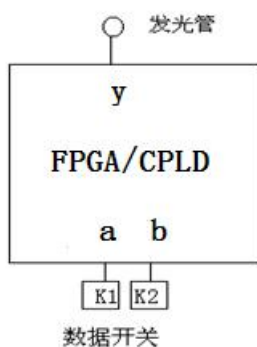

图 1-2-30 实验连接示意图
**步骤 11:** 设计文件下载至目标芯片后，根据步骤 9 管脚分配的结果，改变数据开关的电平，验证发光管的状态是否满足表 1-2-1。硬件系统示意图如图 1-2-30 所示，图中所示的 Y 对应于实验箱上的发光二极管 LED7，a，b 对应于实验箱上的电平开关 S11，S10。